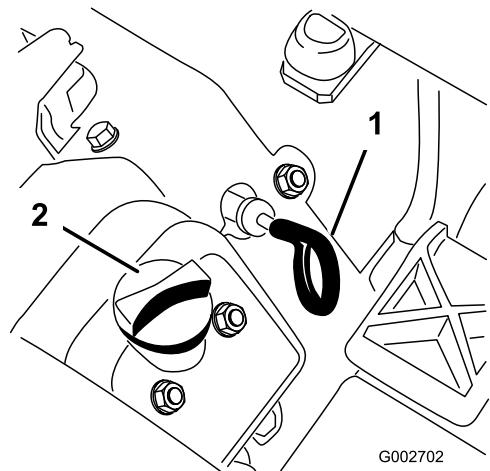

Figura 24
3. Para manter a sujidade, as aparas de relva, etc., fora do motor, limpe a área em torno da tampa de enchimento e vareta antes de a remover (Figura 24).
4. Puxe a vareta (Figura 24) e limpe-a com um pano limpo.